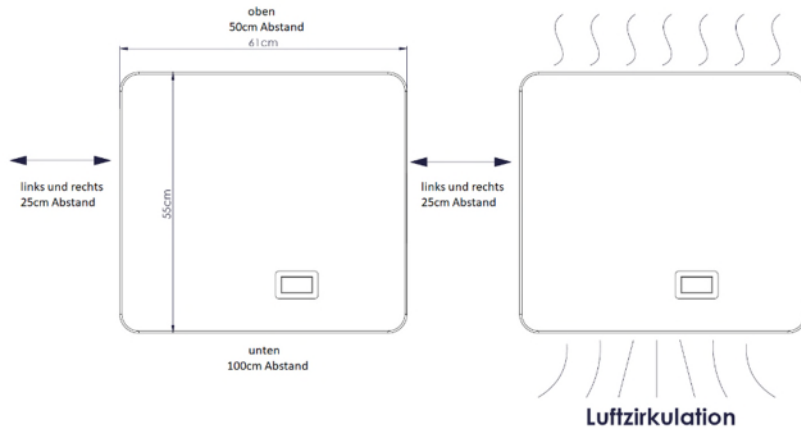

Abb. 6: Mindestabstände um das Gerät
7. Die Wandhalterung von der Rückseite des Gerätes entfernen dazu die Sicherungsschrauben gemäß Abb. 6 lösen und entfernen [~~X~~T_TX20/  1,5Nm].